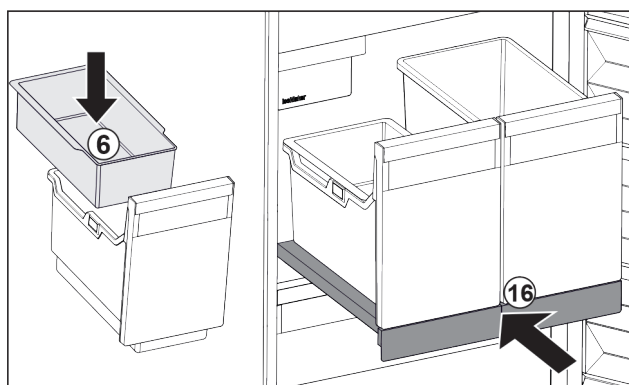

Fig. 96
- ▶ Sätt in det hängande facket Fig. 96 (6) för istärningar.
- ▶ Skjut in utdragshyllan med behållare (IceTower). Fig. 96 (16)